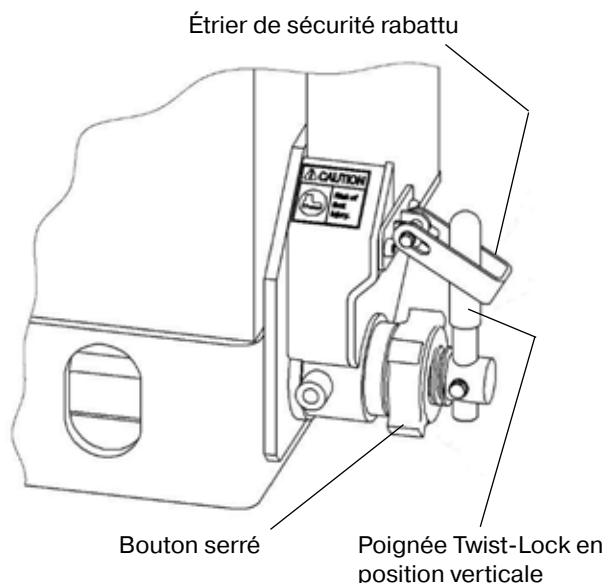

Figure 8 – Dispositif Twist-Lock (en position verrouillée/fixée)
7. Serrez le bouton sur le dispositif Twist-Lock en le vissant dans le sens des aiguilles d'une montre jusqu'à ce que la plaque de fixation soit fixée contre le conteneur. Fixez la poignée Twist-Lock en rabattant l'étrier de sécurité sur la poignée Twist Lock. (Figure 8)